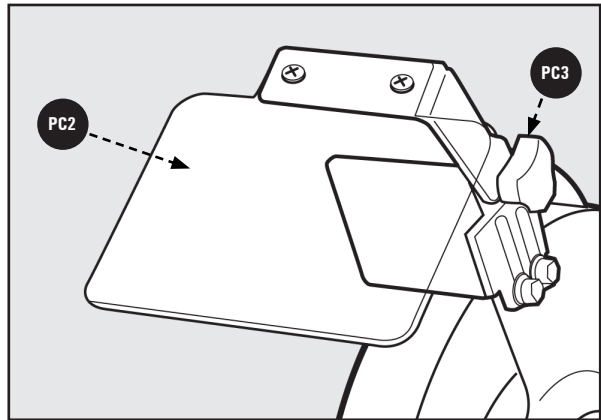

Figura 1
4. Repita el paso anterior para el segundo escudo ocular. Véase la Figura 1.